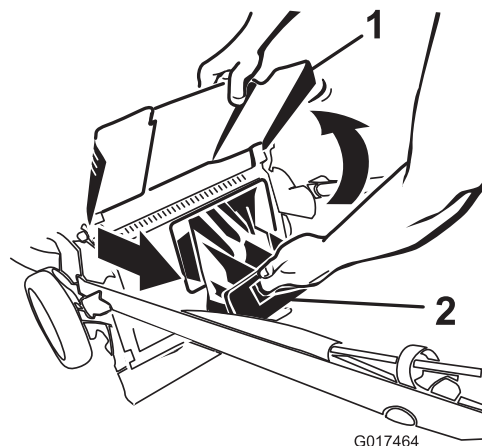

Figura 23
2. Levante y sujete el deflector de descarga (Figura 23).
3. Saque el tapón de descarga trasera (Figura 23).